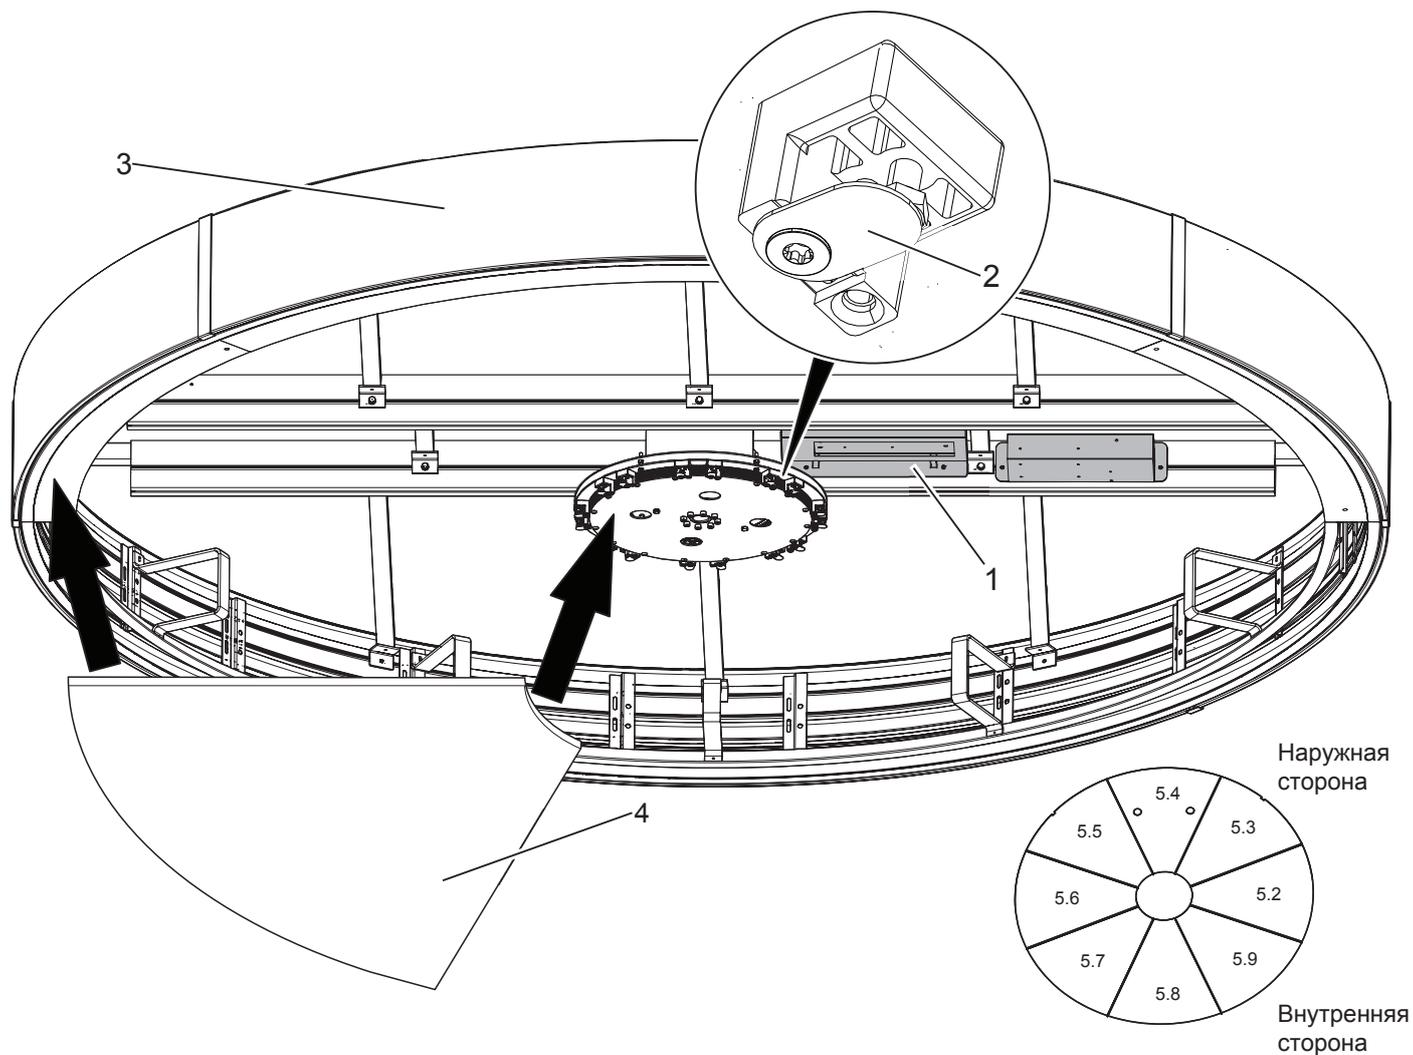
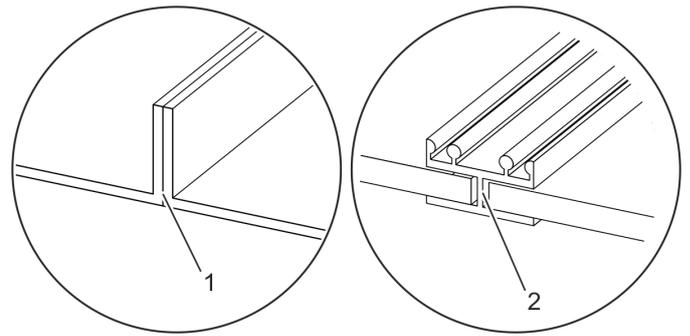
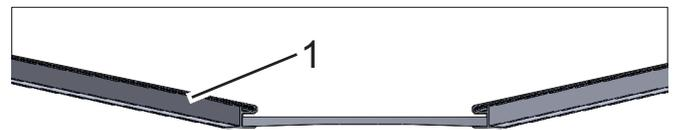

Рис. 128 Вставка сегментов нижней части потолка
Рис. 132 Нижняя часть потолка из листового металла/дерева
Рис. 133 Крышка стыка
Проложить кабель для осветительных приборов к регулятору (рис. 128/1) в конструкции потолка (рис. 128/3) и подключить его. См. монтажную схему и принципиальную схему.
4. Повернуть удерживающее устройство нижней части потолка (рис. 128/2) в сторону центра привода.
- Вставить сегмент нижней части потолка (рис. 128/4) в опорные точки, отмеченные стрелками между держателем (рис. 128/2) и конструкцией потолка (рис. 128/3), а затем повернуть металлическую прокладку (рис. 128/2) назад.
См. указания на общем плане (рис. 128), касающиеся вставки сегментов нижней части потолка!
- Ввернуть крепежный винт в металлическую прокладку (рис. 128/2).
- Затянуть устройства регулировки высоты (6 шт.) (рис. 128/1) по периметру привода с помощью гаек.
Вставить остальные сегменты нижней части потолка (рис. 128/4) в опорные точки, отмеченные стрелками между металлической прокладкой (рис. 128/2) и конструкцией потолка (рис. 128/3), а затем повернуть устройство защиты от снятия (рис. 128/2) назад.
- Затянуть устройство защиты от снятия (рис. 128/2) и отрегулировать его с учетом толщины материала сегмента нижней части потолка.
- Для нижней части потолка из листового металла вставить отдельные сегменты нижней части потолка (рис. 128/4) заподлицо друг с другом (рис. 132/1).
- Для нижней части потолка из дерева стык между нижними сегментами потолка (рис. 128/4) нужно закрыть с помощью крышки стыка (рис. 132/2). Установить крышку соединения, как показано на рис. 133/1, на последний сегмент нижней части потолка.
- Ввернуть винты в металлическую прокладку (рис. 128/2).